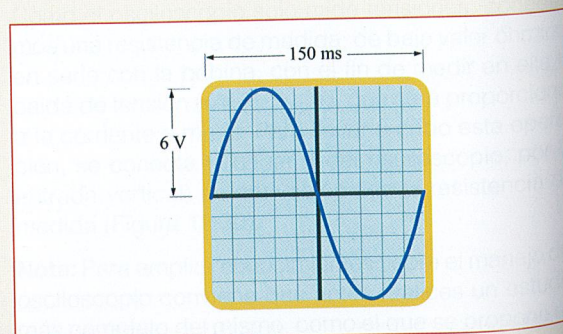

Figura 12.32.
- 12.13.** Al conectar un osciloscopio a una fuente de tensión senoidal aparece en su pantalla la imagen de la Figura 12.32. Averigua la lectura de los siguientes aparatos de medida conectados a la misma fuente: